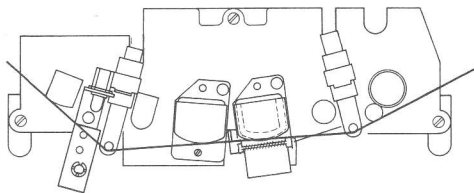

Fig. 4.4.-1
- Bandabhebemagnet lösen und soweit verschieben, bis der Bandlauf am Wiedergabekopf auf der Höhe des Abschirmgehäuses liegt (Fig. 4.4. — 1).
- Loosen mounting screws of tape lift solenoid and reposition solenoid until the lifted tape runs at the height of the playback head shield (see figure 4.4. — 1).